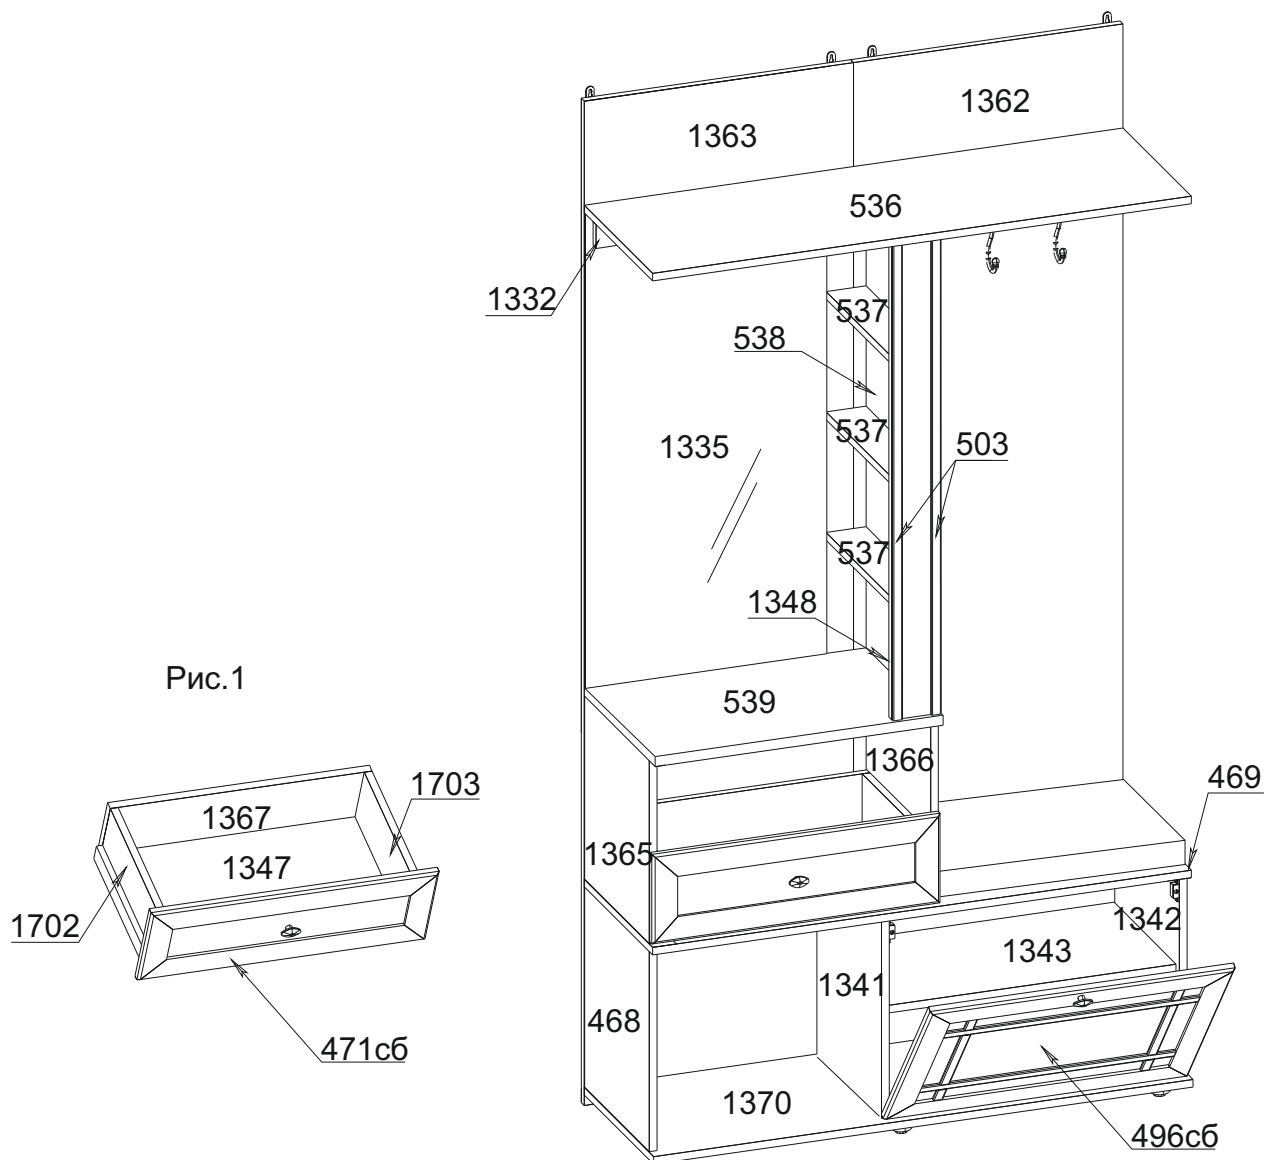

Рис.1
2. Sherlock 70 можно собрать в 2-х исполнениях (см. Рис.1. и Рис.5).